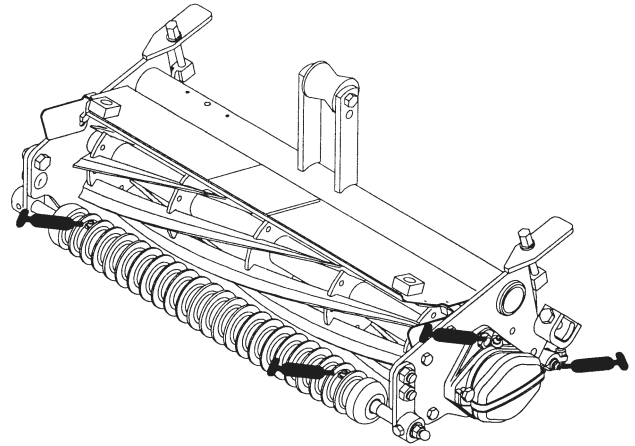

Bild 5
1. Die Schmiernippel befinden sich in den folgenden Mengen an den angegebenen Stellen: Spindellager (2) sowie Walze vorne und hinten (je 2) (Bild 5).